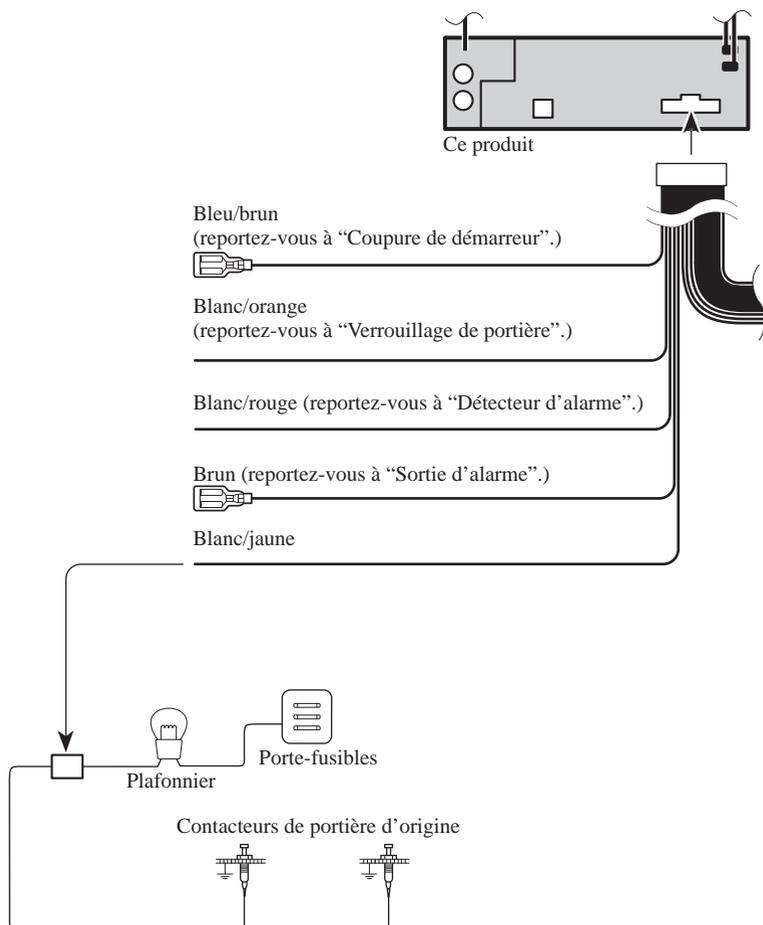

Fig. 4
- **Blanc/jaune (Contacteur de portière, DOOR SWITCH) ..... (Fig. 4 et 5)**